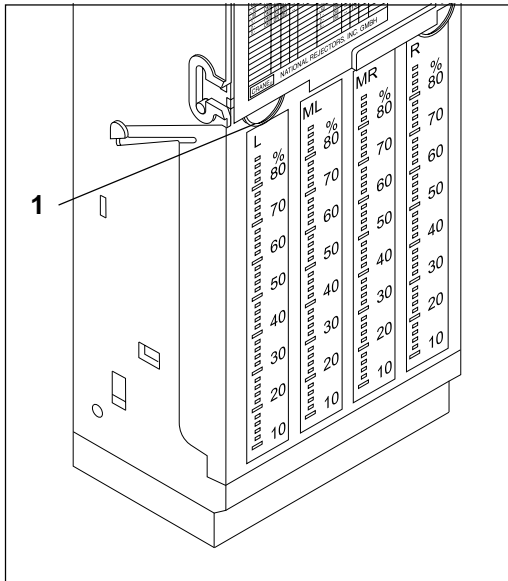

Abb. 12: Tubenabdeckung abnehmen
- Tubenabdeckung an den Aussparungen (1) nach vorne abnehmen. (Abb. 12)
- Tuben ausbauen (siehe „Tuben auswechseln“ in Kap. 13, Abb. 12–15),